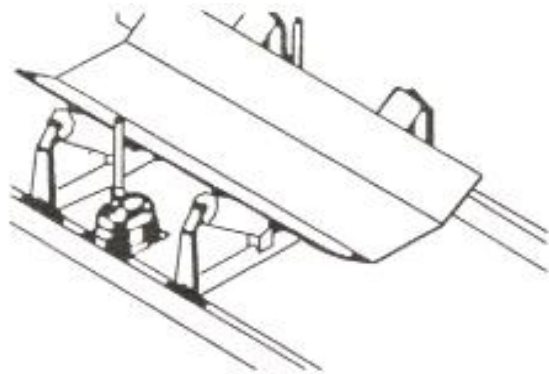

图 1—1 安装使用示意图
5.1 请参阅图 1—1
5.2 如图 1—1 所示，防偏开关安装在输送机架上，如果皮带扭曲或跑偏，挤压旋转臂，使之离开正常的竖直位置或设定的复位位置，旋转臂相对复位位置旋转 10° ，开关输出报警信号。旋转 20° 开关输出停机信号。
6.2.2 参照图 1—1，防偏开关成对安装在输送机架上，靠近头部位位置，如果输送带较长，可考虑在靠近输送机尾部以及输送机中段部位增加安装数量